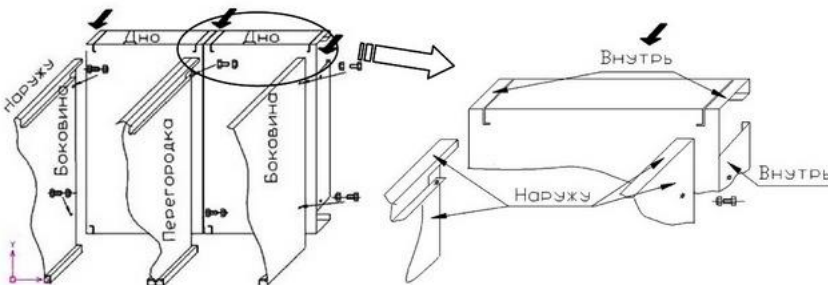

Рис.2
2. Разместить дно внизу будущего шкафа плоскостью внутрь шкафа так, чтобы в пазы на лицевой стороне и плоскости дна вошли отгибы боковых стенок(и перегородки - при сборке основного модуля с дополнительным) - Рис.2. Первым действием закрепить дно к левой боковой стенке на болтах(гайка внутри шкафа). При сборке ШРС22 или присоединении доп. секций к перегородке соединять одним болтом с гайкой сразу два дна.